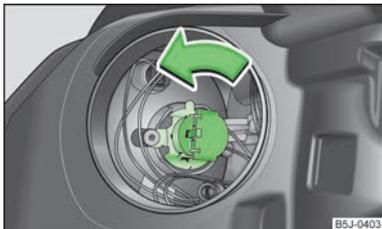

Abb. 149
- › Den Stecker mit der Glühlampe bis zum Anschlag **entgegen dem** Uhrzeigersinn drehen » Abb. 149 und herausnehmen.